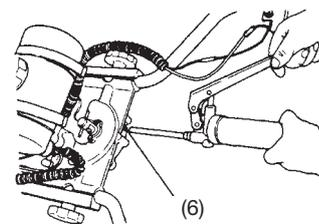

Fig. 11
- (1) Smør drevkassen ved at pumpe "multi-purpose" smøreolie gennem smøreanordningen efter 50 timers brug. (Fig. 11)